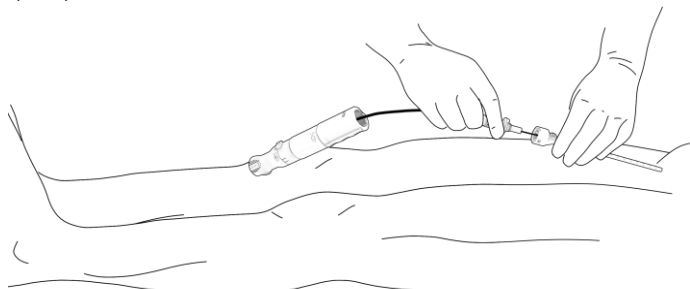

Figura 8. Fare avanzare il dispositivo di chiusura PerQseal® fino all'introduttore a guaina.
- b. Fare avanzare la cannula di caricamento sul filo guida verso il terminale dell'introduttore a guaina, Figura 8. In caso di difficoltà nel seguire il percorso del filo guida, controllare che quest'ultimo non sia piegato e che non presenti coaguli ematici e trombi.